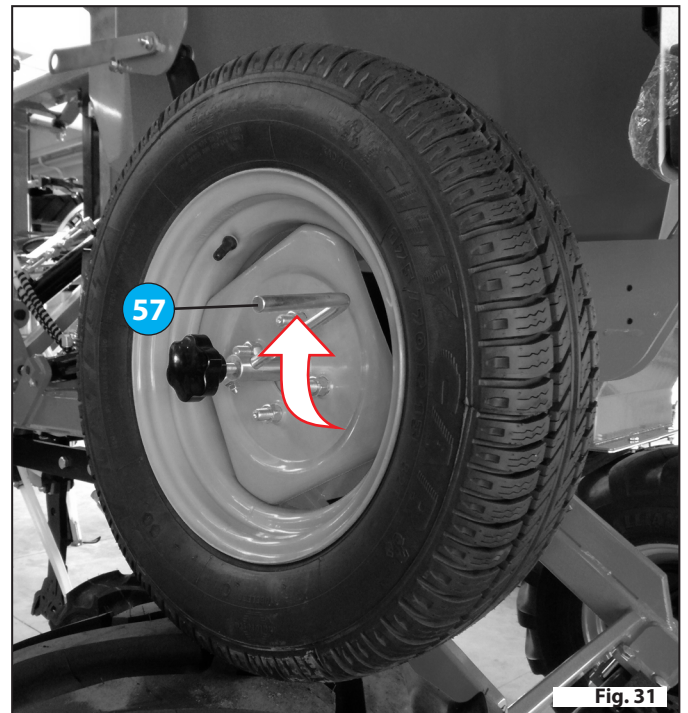

Fig. 31
- Odkręcić pokrętkę **63**, w taki sposób, aby można było kręcić korbą **64** "Fig. 31".